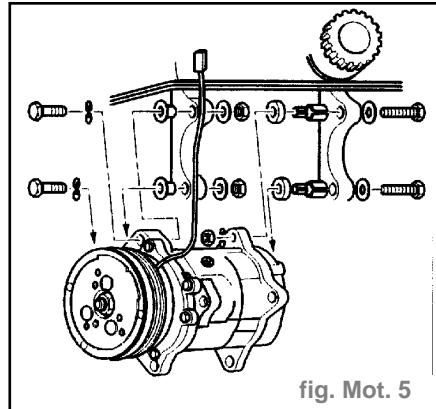

fig. Mot. 5
- Reposer le compresseur en respectant les empilements des pièces ci-dessus (fig. Mot. 5)